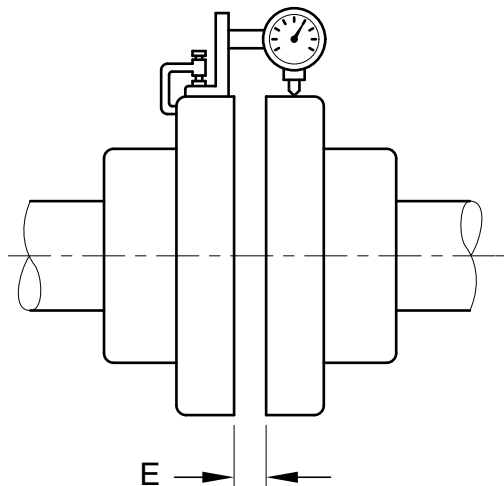

Figura 8: Medição radial (deslocamento lateral central)
4.2.3.2 Medição radial (Figura 8)